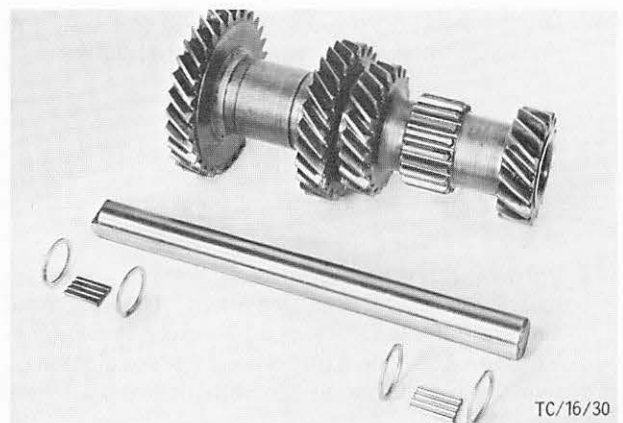

Abb. 56 Vorgelegezahnradblock mit Welle, Lagernadeln und Abstandscheiben
39. Blindwelle aus dem Vorgelegezahnradblock entfernen, je 21 Lagernadeln mit Abstandscheiben von beiden Enden des Zahnradblockes entfernen. Abb. 56.